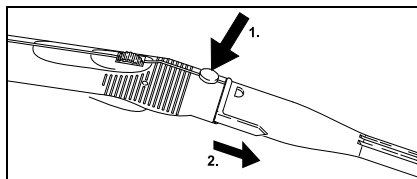

Fig. 9
- Pentru detașarea accesoriilor, apăsați butonul de dezăvorare (C2, respectiv G3) și despărțiți părțile componente (vezi fig. 9).